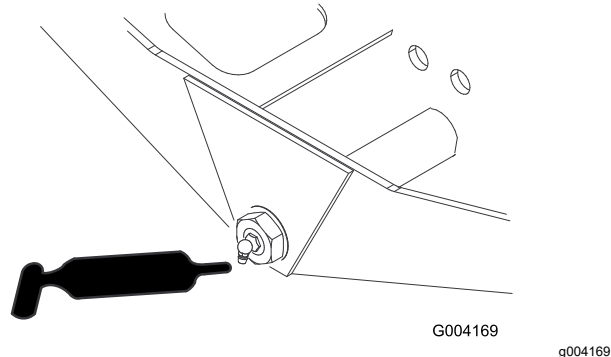

Bild 78
- Achsenlenkzapfen (1) (Bild 78)